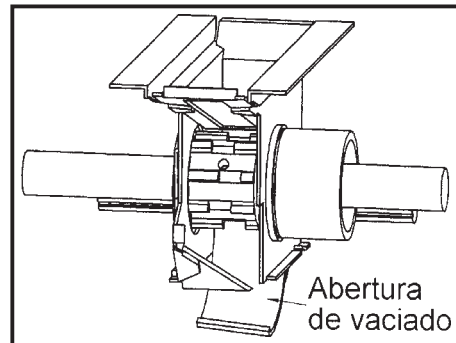

fig. 9
- Vaciar la semilla de la tolva en la bandeja, abriendo totalmente las trampillas (fig. 9).